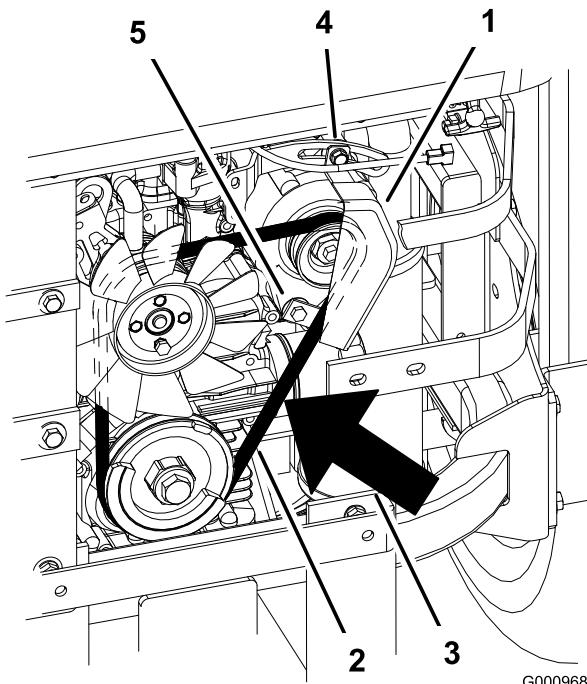

Figure 62
7. Desserrez le boulon inférieur et retirez le boulon de fixation supérieur de l'alternateur et du couvercle (Figure 62).
9. Installez une courroie neuve autour des poulies et de l'alternateur (Figure 62).
14. Serrez le boulon inférieur et vissez le boulon de fixation supérieur de lalternateur et du couvercle (Figure 62).
2. Réglez lalternateur vers lextérieur jusqu'à ce que la courroie présente une flèche de 7 à 9 mm quand une force de 10 kgf est exercée entre les poulies du moteur et de lalternateur (Figure 62).
5. Si la flèche est correcte, serrez les boulons inférieur et supérieur (Figure 62).